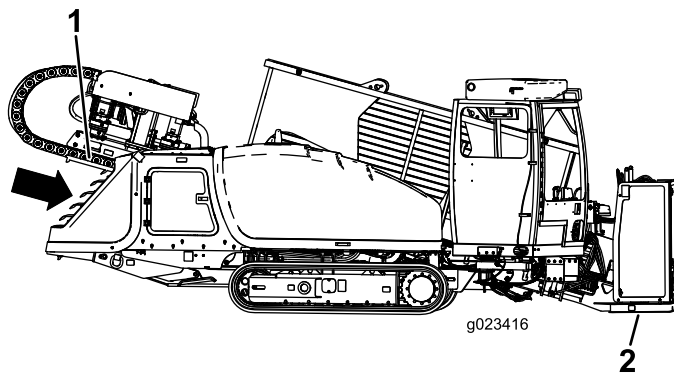

Рисунок 73
9. Опустите упорную раму, наклонив буровую раму до тех пор, пока плита не коснется грунта (Рисунок 73).